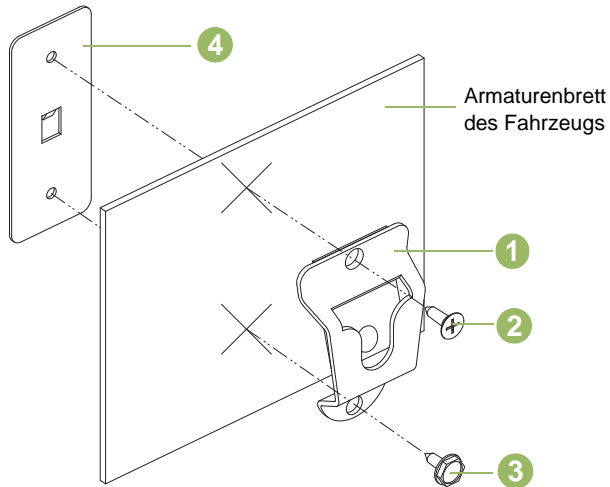

Abbildung 4.2: Befestigen der Halterung
Befestigen Sie den Aufhänge-Clip (1) gemäß Abbildung 4.2 am Fahrzeug, und verwenden Sie dazu die beiden mitgelieferten Blechschrauben und die Halteplatte. Legen Sie die Halteplatte (4) hinter das Armaturenbrett. Verwenden Sie zum Anschrauben im oberen Befestigungsloch eine Flachkopfschraube (2) und im unteren Befestigungsloch eine Sechskantschraube (3). Achten Sie darauf, dass die Befestigungsschrauben fest in die Bohrungen in der Halteplatte greifen.